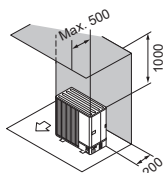

Abb. 2-10
(2) Hindernisse oder unzugängliche Oberfläche nur auf Rück- und Oberseite (Abb. 2-10)